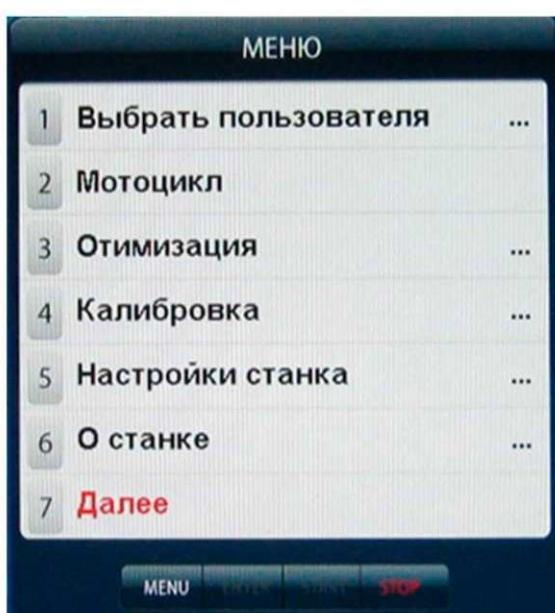
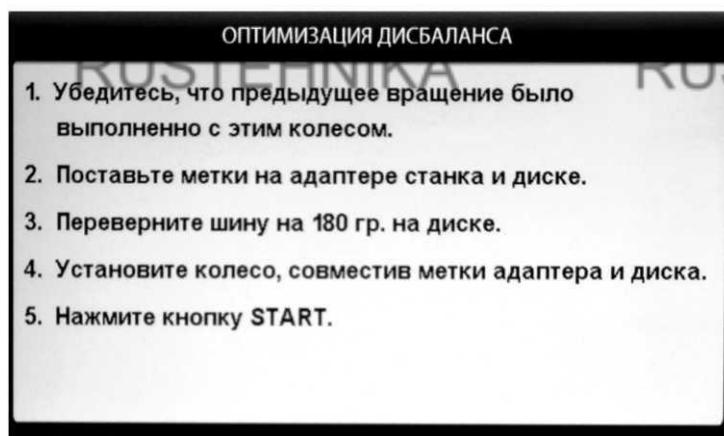
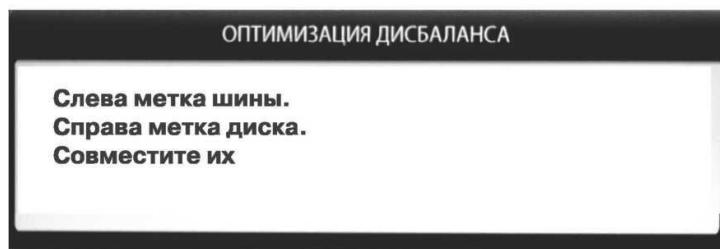

рис.15.1.
рис.15.2
рис.15.3
15.2. Для входа в программу «Opt» нажмите кнопку «MENU» после чего на экране монитора появится окно (рис.15.1). Далее выбрать программу «Оптимизация», нажав кнопку 3, после чего на экране монитора появится окно (рис.15.2). Далее выполните операции согласно указаниям в окне (рис.15.2).
15.3. После выполнения п.5 в окне (рис.15.2) на экране монитора появится окно (рис.15.3), а на индикаторах 1 отобразится величина статического дисбаланса колеса, а на индикаторах 4 - величина дисбаланса колеса, которую можно получить после завершения программы «Opt». Поставьте метки нашине и диске согласно указаниям в окне (рис.15.3).
16.2.1. Нажмите кнопку «MENU». На экране появится окно MENU (рис.15.1), нажмите кнопку 7 «Далее» на экране появится окно второй страницы MENU (рис.16.1). Выберите «Дополн. настройки», нажав кнопку 2, на экране откроется окно «Настройки станка» (рис.16.2). Нажмите кнопку 1 «Имена операторов» на экране откроется окно «Выбрать пользователя» со списком операторов, (рис.16.3).
Программное обеспечение СБ содержит целый ряд параметров, позволяющих максимально приспособить СБ к потребностям потребителя. Для настройки параметров нажмите кнопку «MENU» на экране монитора появится окно MENU (рис.15.1). Нажмите кнопку 5 «Настройки станка» на мониторе появится окно настроек (рис.17.1).
181. Балансировочный станок, при подключении к сети Интернет, позволяет отправлять письмо на электронную почту с информацией о работе станка. Для этого необходимо подключить станок кабелем Ethernet категории 5е длиной не более 75 м. Разъем Ethernet находится на задней стенке станка. Необходимо выполнить настройки времени, сети, и электронной почты. Для этого нажмите кнопку «MENU». На экране появится окно MENU (рис.15.1), нажмите кнопку 7 «Далее» на экране появится окно второй страницы MENU (рис.16.1) после чего выберете соответствующий пункт меню.